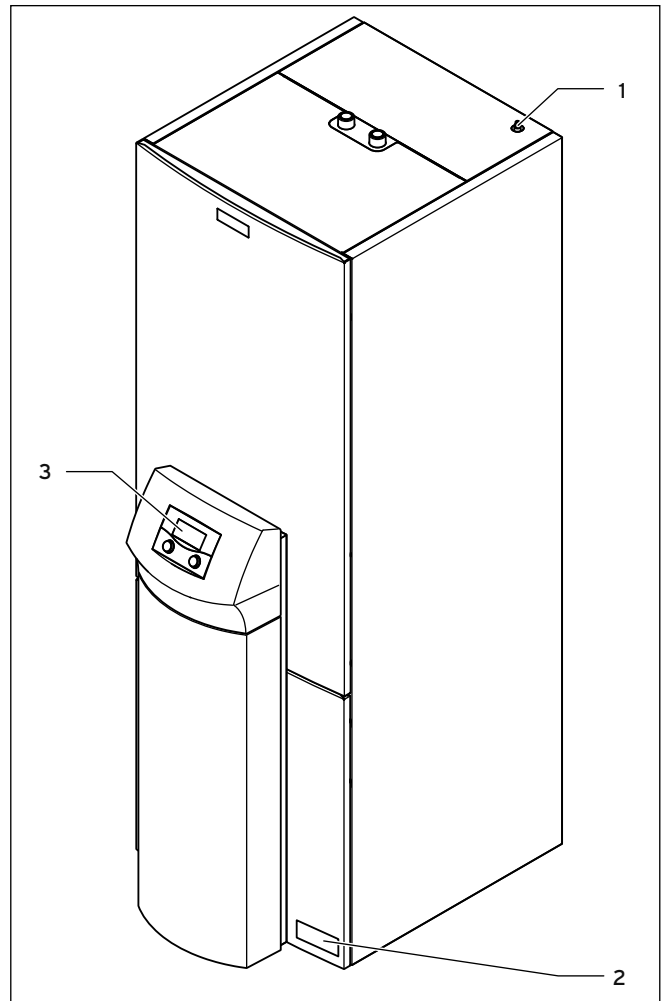

Fig. 3.1 Indeenheden set forfra
- Varmepumpens (indeenheden) 10-cifrede artikelnummer fremgår af mærkatet (→ **fig. 3.1, pos. 2**), der sidder i nederste højre hjørne af frontkabinettet. Den fremgår desuden også af serienummeret fra det 7. ciffer.